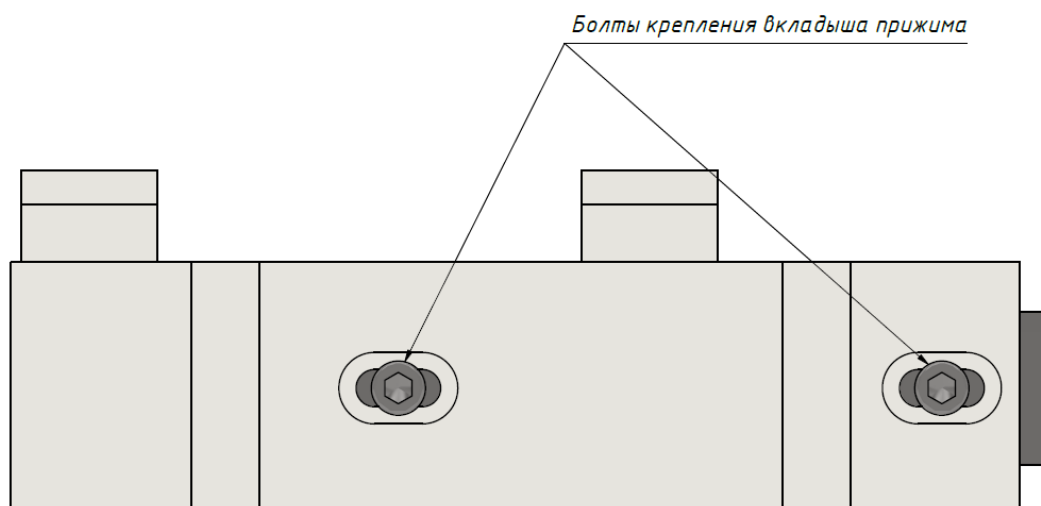

Рис. 4.2.6
9. Снять вкладыш прижима открутив фиксирующие болты (Рис. 4.2.6)